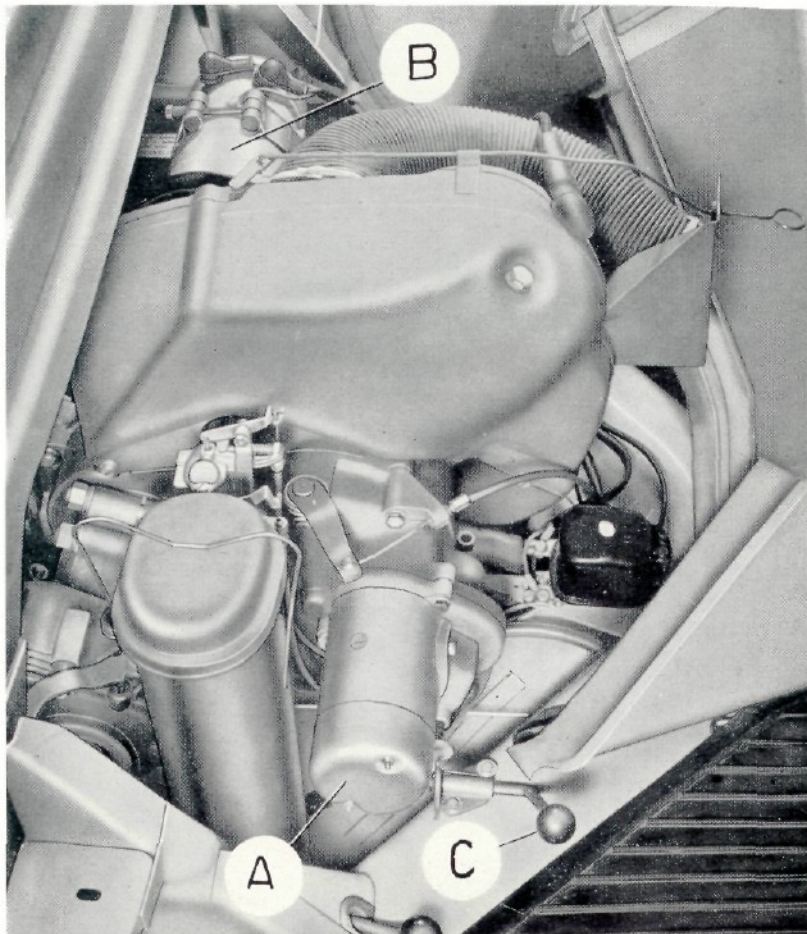

Fig. 28 - Applicazione dispositivo elettrico d'avviamento
**Dispositivo elettrico d'avviamento** (fig. 28): può essere installato uno speciale gruppo di avviamento elettrico comprendente: una dinamo da 90 W, azionata da puleggia con cinghia, per l'alimentazione della batteria e di tutti i servizi elettrici del veicolo; un regolatore di tensione; il motore elettrico di avviamento; una batteria di maggiore capacità, 23 Ah; la presa di movimento in corrispondenza della frizione; un nuovo commutatore a chiave; una spia di carica dinamo sul cruscotto da 6 V - 3 W, ecc.